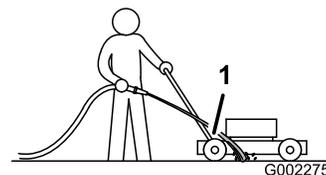

図 35
3. ハンドルの高さに水道ホースを持ち、ホースから出てくる水を右後ろの車輪のすぐ前にむけて放水する(図35)。